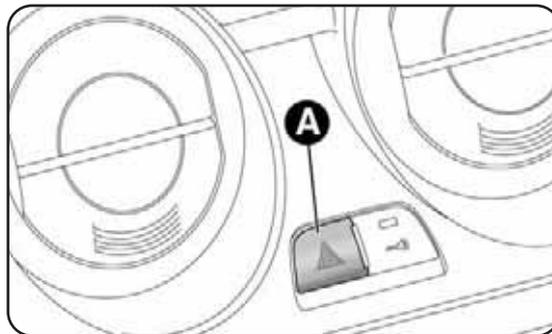

fig. 42
**COMANDOS****LUZES DE EMERGÊNCIA fig. 42**